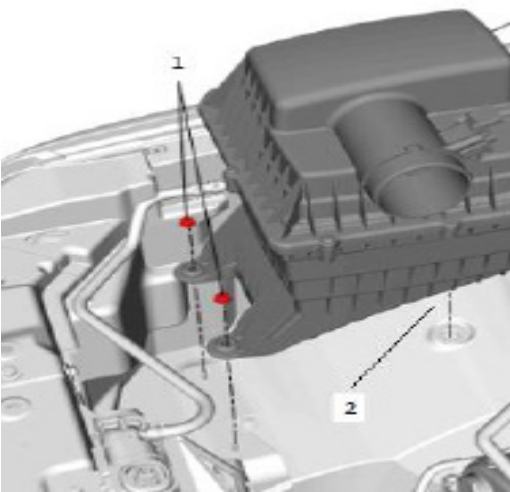

Figure 4
4. Install the new box assembly into the truck. Seat box into grommet in fenderwell (2 in Figure 4) and push firmly down to seat. Re-install nuts (1 in Figure 4) into legs of box and torque to 12 Nm (9 ft lb).
- Poser le nouvel ensemble boîtier dans le camion. Insérer le boîtier dans le passe-câbles du puits d'aile (2 dans la figure 4) et pousser fermement pour l'asseoir. Reposer les écrous (1 dans la figure 4) dans les pattes du boîtier et les serrer à 12 Nm (9 lb pi).